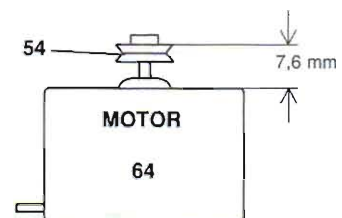

Fig. 5
- Vor dem Zusammenbau ist der Abstand zwischen der Oberkante der Riemenscheibe 54 und dem Motor 64 zu überprüfen (Fig. 5).
- Before refitting the motor, check the distance between the upper edge of the pulley 54 and the motor 64 (Fig. 5).